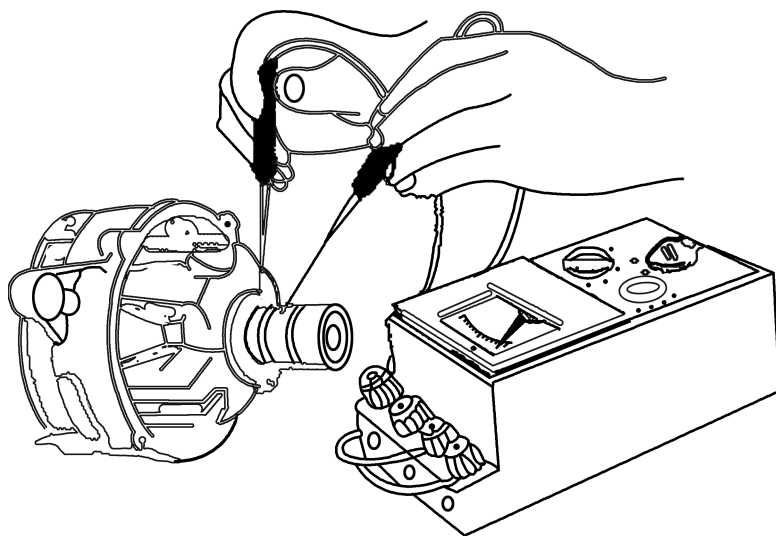

图 2-2 检测集电环的电阻
(1) 转子绕组检修。如图 2-2 所示,用万用表 $R \times 1$ 挡检测两集电环之间的电阻,应与标准相符。若阻值为 ∞ ,说明断路;若阻值过小,说明短路。